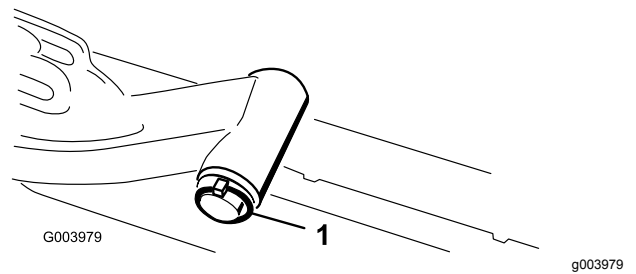

Figura 12
elevação para fora do braço de elevação (Figura 12).
- C. Insira o veio do braço de elevação no braço de elevação e prenda-o com a anilha e o pino de sujeição (Figura 12).